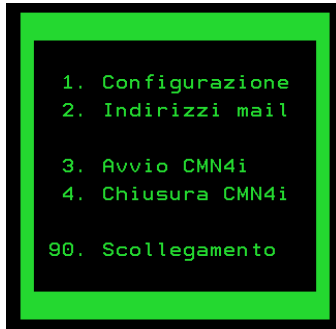

fig. 1
La configurazione avviene tramite un utente dedicato sul System i (utente CMN4i) oppure lanciando il comando CMN4i/CMN4i da riga comandi. Il menù iniziale è il seguente (fig.1):
- "N" = No → il programma deve essere avviato manualmente con il punto 3. del MENU01 (fig. 1).